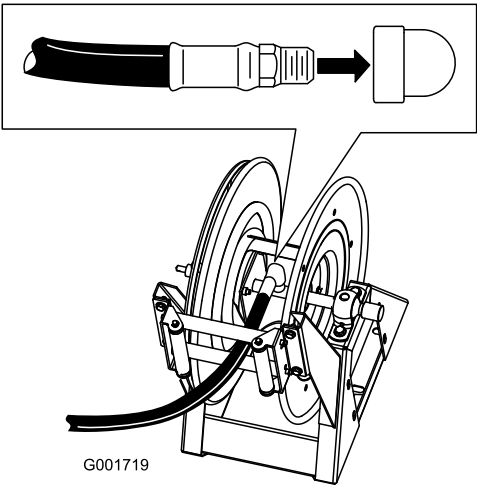

Figure 18
- Enroulez du ruban Téflon autour du filetage du raccord du long flexible et montez le raccord sans le tube de raccordement sur le dévidoir (Figure 18).